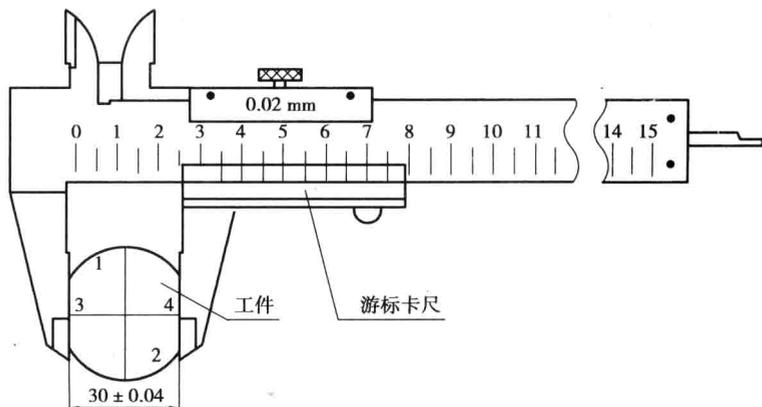

图 1.8 游标卡尺控制平行度和测量尺寸
④面4的加工和测量与面3相同,注意控制平面度、垂直度及角度 $120^\circ \pm 2'$,并且用游标卡尺控制平行度和测量尺寸 30 ± 0.04 mm,如图1.8所示。